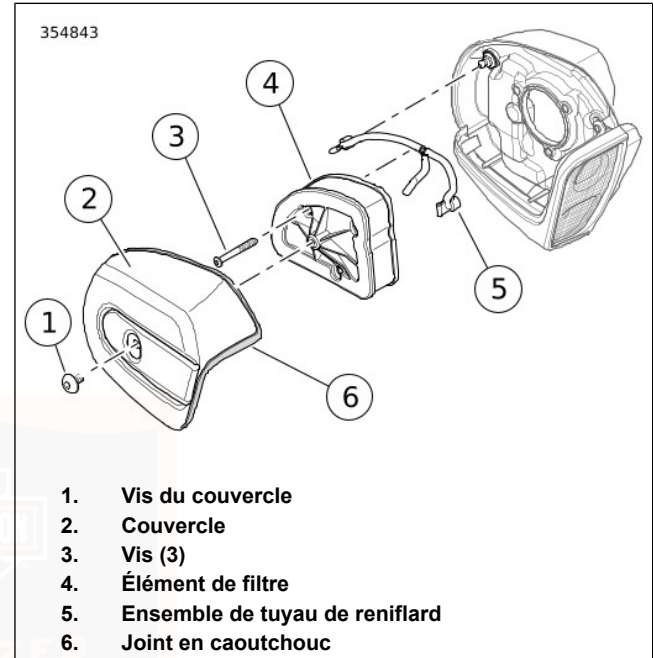

Figure 82. Ensemble de filtre à air (classique)
1. Voir Figure 82. Retirer la vis (1) et le couvercle de filtre à air (2) avec le joint en caoutchouc (6).
2. Déposer trois vis (3).
3. Retirer l'élément de filtre (4) en tirant le tuyau de reniflard hors du trou sur le côté intérieur.
4. Retirer le tuyau de reniflard (5) des boulons de reniflard.
1. Voir Figure 82. Installer le tuyau de reniflard (5) sur les boulons de reniflard.
2. Poser l'élément de filtre (4) tout en appuyant le tuyau de reniflard dans l'élément.
3. Poser les vis (3). Serrer les vis à un couple de 4,5–6,8 N·m (40–60 **in-lbs**).
4. Vérifier que le joint en caoutchouc (6) n'est pas endommagé et est correctement installé sur la périphérie du couvercle de filtre à air.
5. Installer le couvercle de boîte de filtre à air sur la plaque arrière. Enduire les filets de la vis (1) d'une goutte de LOCTITE 243 MEDIUM STRENGTH THREADLOCKER AND SEALANT (Frein filet et produit d'étanchéité d'intensité moyenne Loctite 243) (bleu). Installer la vis. Serrer à un couple de 4,1–6,8 N·m (36–60 in-lbs).